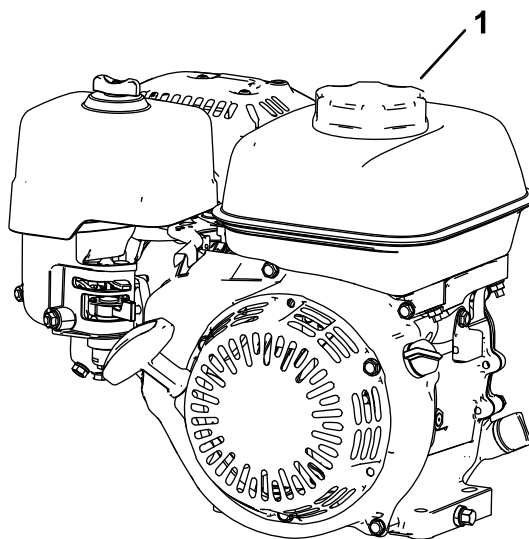

Figura 17
1. Curățați în jurul capacului rezervorului de combustibil și îndepărtați capacul de la rezervor (Figura 17). Umpleți rezervorul de combustibil până în partea de jos a găului rezervorului; consultați *Manualul operatorului* motorului.